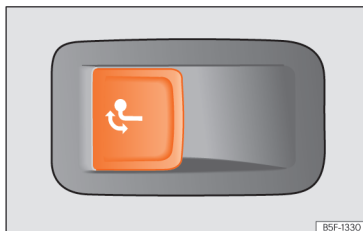

Abb. 199 Auf der linken Seite im Gepäckraum: Taste zur Entriegelung der Anhängerkupplung.
- Ziehen Sie kurz an der Taste >>> **[Abb. 199]**. Die Anhängerkupplung wird automatisch entriegelt und dreht selbsttätig heraus. Die Kontrollleuchte der Taste blinkt.
- Ziehen Sie kurz an der Taste >>> **[Abb. 199]**. Die Anhängerkupplung wird elektrisch entriegelt.
- Drücken Sie keinesfalls die Taste >>> **[Abb. 199]**, wenn ein Anhänger oder ein Gepäckträger oder anderes Zubehör auf der Anhängerkupplung eingehängt ist.